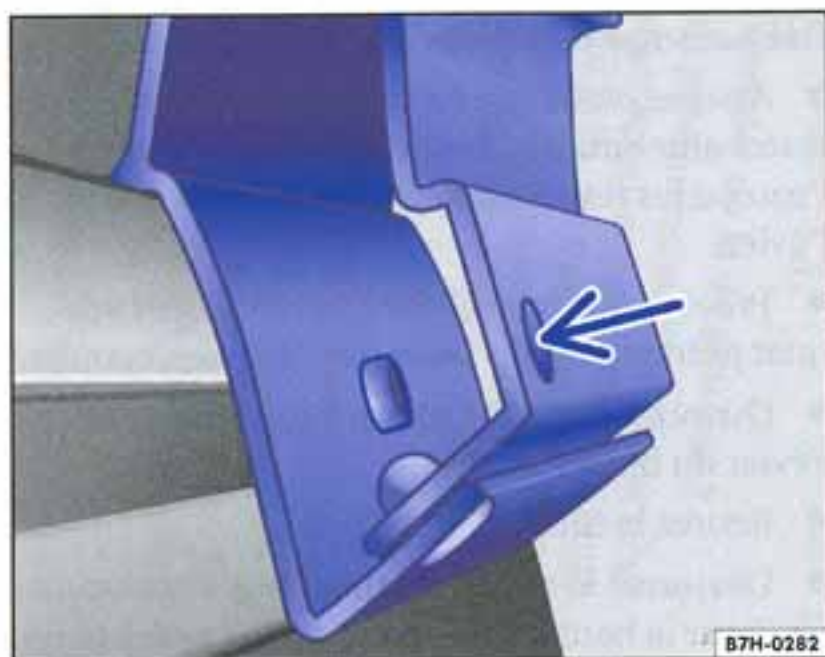

Fig. 34 Vis dans le support de marquise
- Dévissez d'abord la vis centrale du premier support ⇒ fig. 34.